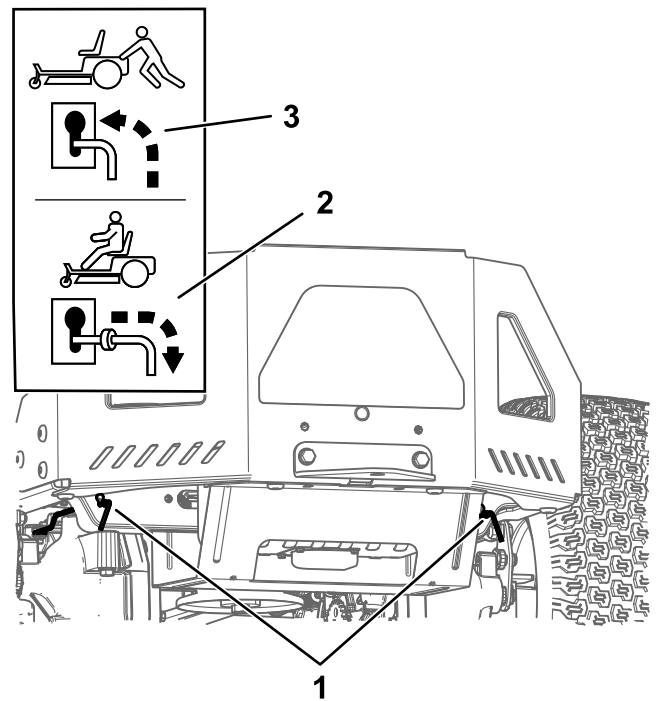

図 25
4. バイパスレバーをスロットに沿って前に動かし、更に下に動かしてロックする 図 25。
バイパスレバーをキー穴に沿って後方に動かし、更に下に動かしてロックする 図 25。